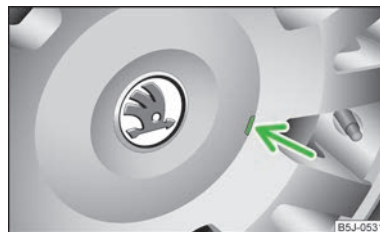

Fig. 126
- Scoateți cu atenție ornamentul de roată cu ajutorul mânerului de sârmă din trusa de scule » fig. 126.